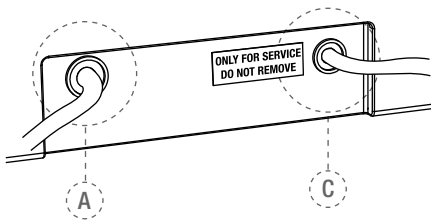

Рис. 2 Задняя панель устройства управления
б. Вставить штекер зарядного устройства аккумулятора в соединительное гнездо (А - см. рис. 2) на задней панели прибора (подробности см. в разделе 7.3.3.).
д. Вставить кабель ножной педали в гнездо на задней панели прибора (С - см. рис. 2).
**Оранжевый мигающий:** зарядное устройство аккумулятора надлежащим образом подсоединено к гнезду **A** (см. рис. 2) на задней панели прибора, и аккумулятор заряжается. В случае если прибор выключается, а зарядное устройство аккумулятора подключено, прибор снова начнет работу и на дисплее появится следующее сообщение: